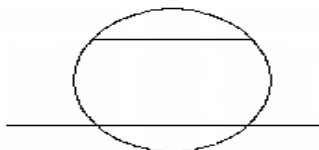

Рис. 16. Изображение после очистки
- Укажите курсором часть геометрического объекта, которую необходимо удалить (усечь). В нашем примере для верхнего отрезка указан участок, лежащий внутри окружности, а для нижнего – участки снаружи от окружности (рис.16).